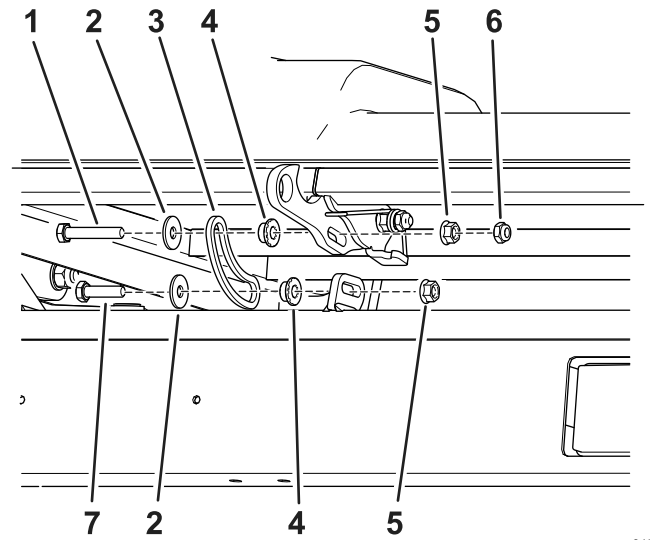

Figure 4
- Montez le raccord de tige sur le crochet avec un boulon long, une rondelle plate, une bague, un écrou à embase et un contre-écrou (Figure 4).
- Montez le raccord de tige sur le crochet avec un boulon court, une rondelle plate, une bague et un contre-écrou (Figure 4).